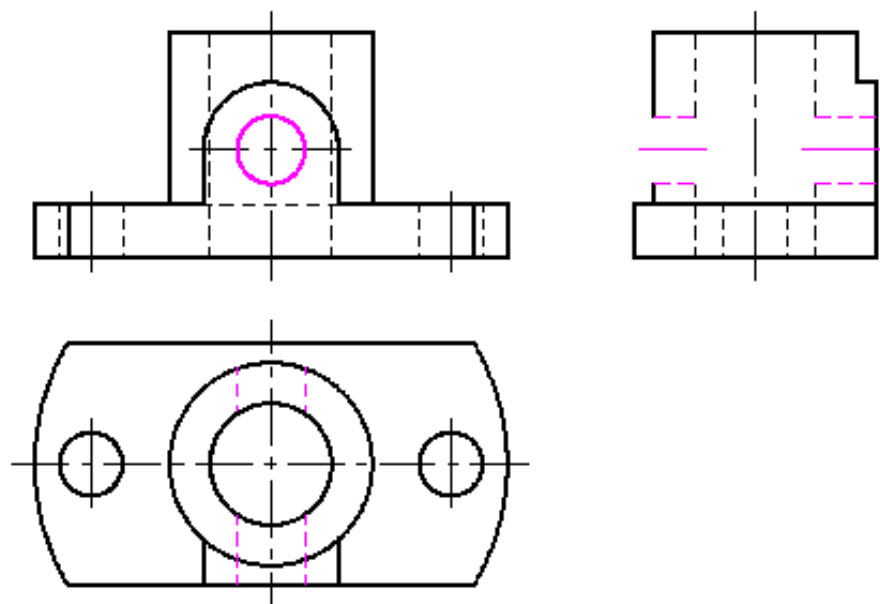

图 3-17 绘制 U 形凸台内孔
⑤绘制 U 形凸台内孔。
- 绘制左视图孔轴线并超出轮廓线 $3\sim 5\text{mm}$ ，如图 3-17 所示。